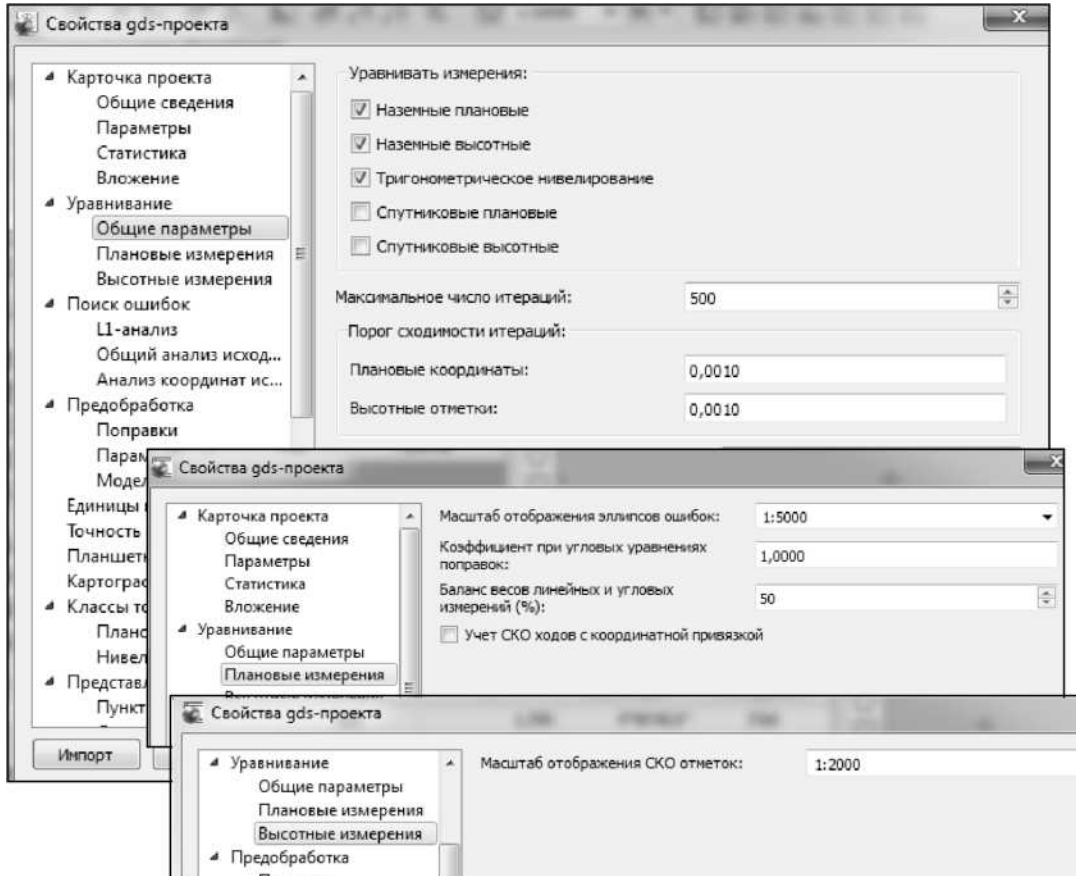

Рис. 7.2
2. Откройте Свойства проекта (Файл/Свойства проекта) и в узле Уравнивание выполните настройки согласно рис. 7.2.